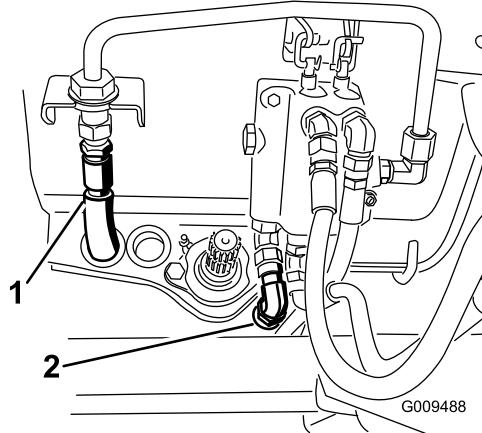

Bild 117
40. Schließen Sie den Hydraulikdruckschlauch an die Ventilfestleitung und den Behälterschlauch an das Ventil an (Bild 117).